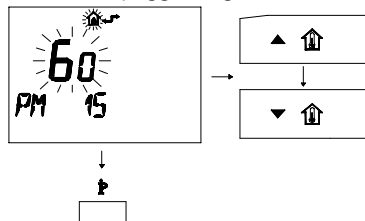

fig. 5.20
- 4 Modificare il **SET** programmato agendo sui pulsanti o fino a visualizzare un **set di 60**, aspettare che il numero programmato cominci a lampeggiare fig. 5.20